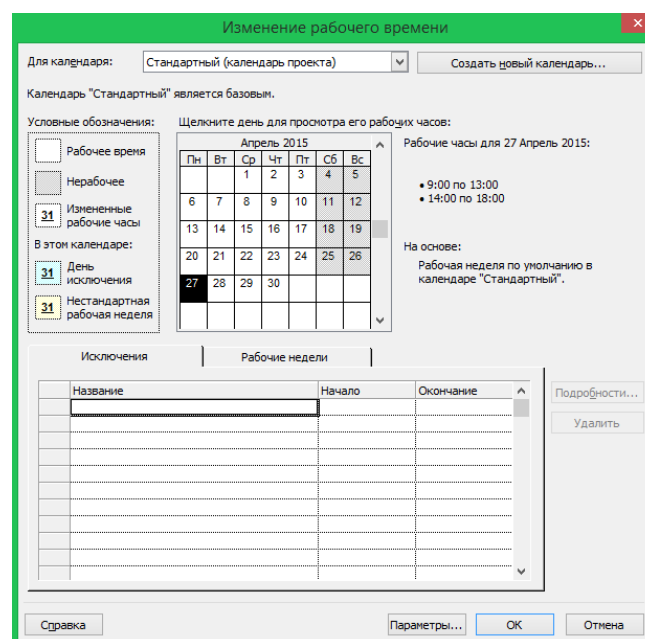

Рис. 1.4. Форма изменения рабочего времени проекта
1. В меню *Сервис* необходимо выбрать команду *Изменить рабочее время* (рис. 1.4).